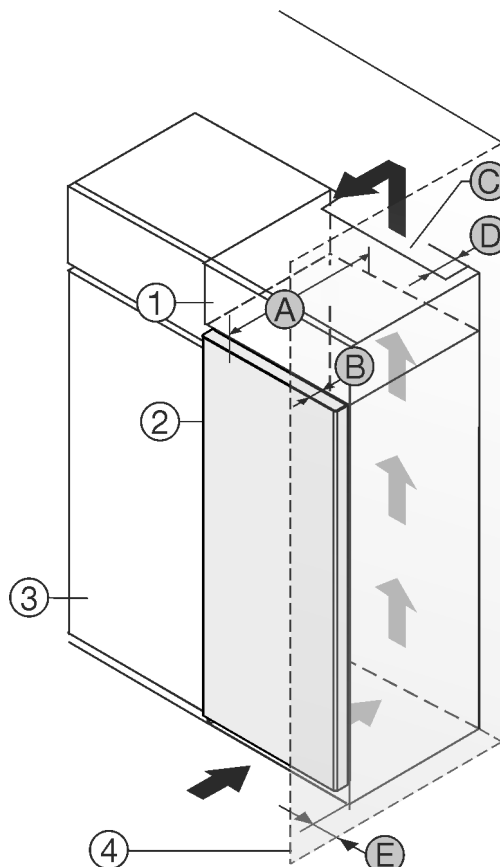

Fig. 1
Zariadenie postavte priamo vedľa kuchynskej skrine Fig. 1 (3).
Na zadnej strane nadstavnej skrine musí byť vetracia šachta s hĺbkou Fig. 1 (D) cez celú šírku nadstavnej skrine.
Pod stropom miestnosti sa musí dodržať prierez vetracieho otvoru Fig. 1 (C).
Ak je zariadenie umiestnené so zavesením vedľa steny Fig. 1 (4), vzdialenosť medzi zariadením a stenou musí byť minimálne 13 mm.
Ak je zariadenie umiestnené so zavesením vedľa steny Fig. 1 (4), vzdialenosť medzi zariadením a stenou musí byť minimálne 20 mm.